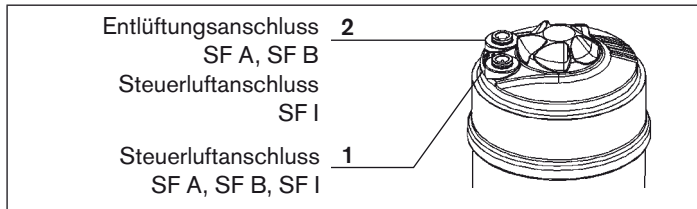

Bild 17: Anschlüsse
→ Steuermedium an Steuerluftanschluss **1** des Antriebs anschließen (siehe „Bild 17: Anschlüsse“).
→ Schalldämpfer in den freien Entlüftungsanschluss **2** stecken (siehe „Bild 17: Anschlüsse“).
- Steuermedium an Steuerluftanschluss 1 und 2 des Antriebs anschließen (siehe „Bild 17: Anschlüsse“)